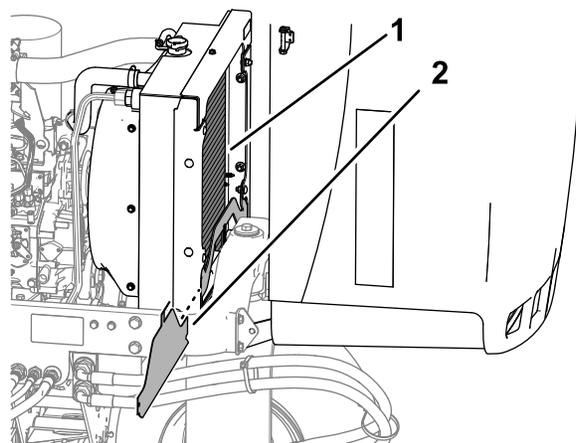

Figura 81
5. Limpie a fondo ambos lados del radiador con agua o aire comprimido (Figura 81).
4. Retire el protector inferior del radiador (Figura 81).